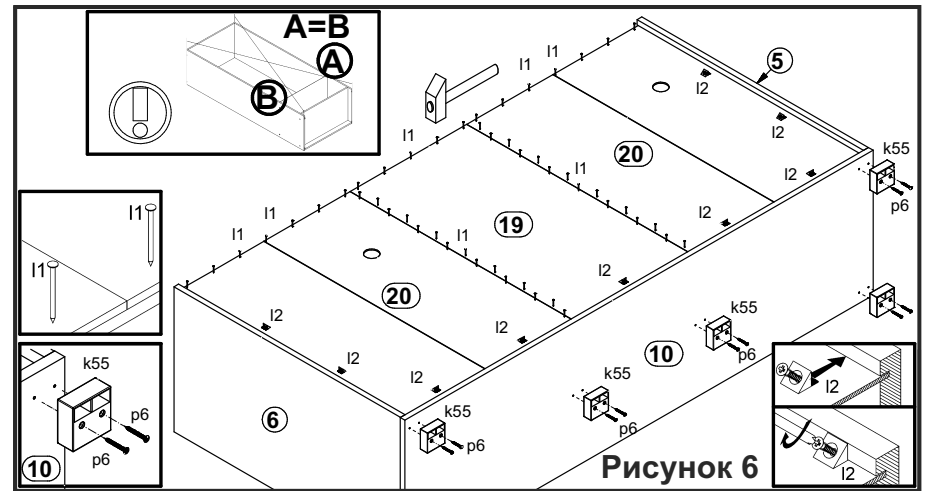

Рисунок 6
9. На нижней поверхности щита нижнего 10 закрепить опоры полимерные k55 шурупами p6 (см. рис. 6).
13. Вставить стенки задние 19, 20 в пазы в деталях 5, 6, 10 и закрепить их на корпусе изделия гвоздями l1 с шагом 80-120 мм и элементами крепления задней стенки l2 (см. рис. 6). Установить тумбу на опоры.